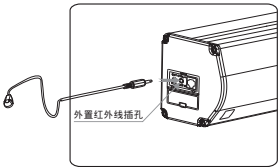

图 26
- 2、如果您因为隐蔽放置需要, 而使内置红外遥控接收窗口被遮挡时, 请取出外置红外接收头, 将接收头的3.5插头插入银幕外壳左端盖相对应的孔位, 将接收头安装在可接收到红外线信号的位置即可 (如图26)